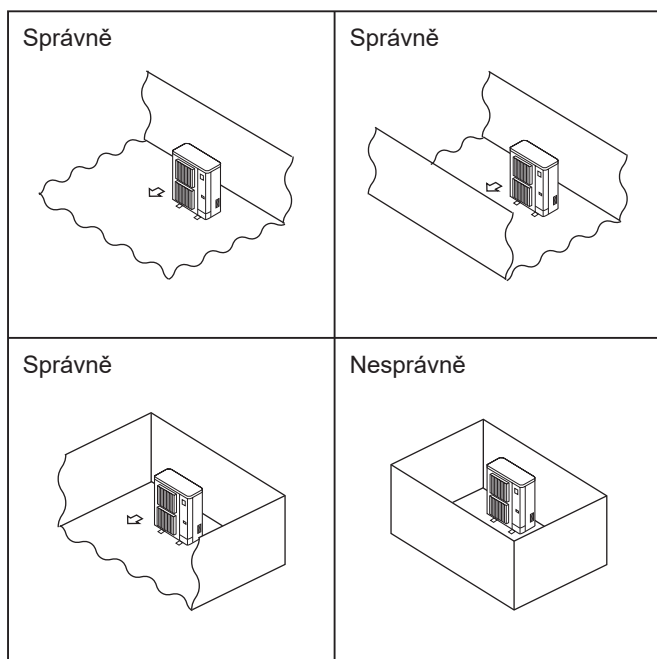

Fig. 2-1
- ⊙ Venkovní jednotky instalujte na místa, kde je alespoň jedna z jejich čtyř stran otevřená a prostor je dostatečně velký a bez prohlubní. (Fig. 2-1)